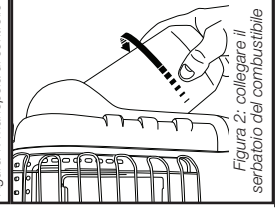

Figura 2: collegare il serbatoio del combustibile
- Per utilizzare con propano: Ruotare il regolatore verso l'esterno per una facile installazione del serbatoio. Avvitare una cartuccia per l'alimentazione di gas propano usa e getta da 1 lb. (465g) in senso orario (dal fondo) sulla stufa portatile finché non sia ben serrata a mano; vedere Figura 2. NON utilizzare sigillanti per filettature su questo collegamento.